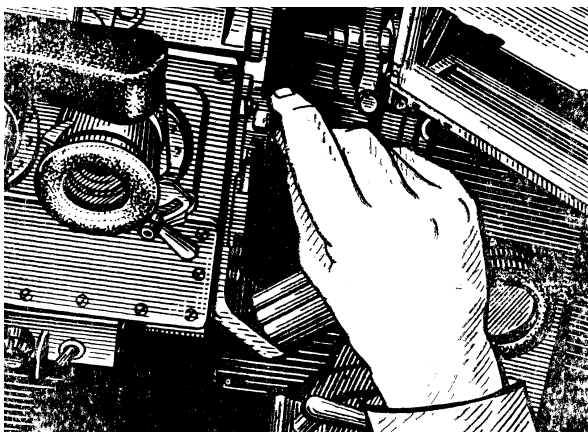

Рис. 49. Установка механізму переключення дзеркал приладу ТКН-3Б у положення «Д» або «Н»
- встановити рукоятку механізму управління дзеркалом у положення «Д» (день), якщо вона знаходилася в положенні «Н», для чого правою рукою повернути рукоятку від себе нагору до упору (рис. 49);
- встановити рукоятку механізму управління дзеркалом у положення «Н» (ніч), для чого правою рукою перевести її в нижнє положення (рис. 49);